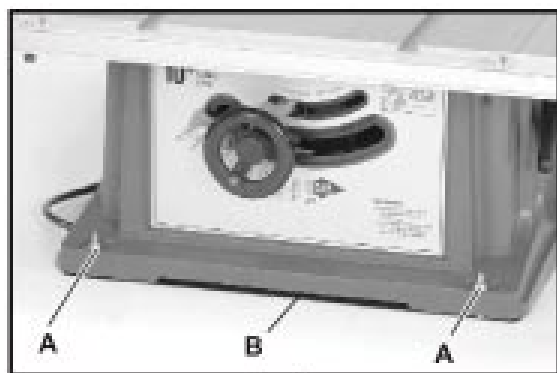

Fig 10.
Die Säge **MUSS** anhand von vier Montagelöchern, von denen zwei in (A) Abb. 10 dargestellt sind, richtig auf einer stabilen Werkbank, einem Stand oder einem Schrank befestigt werden.
Der Deckel des Fusses, (B, Fig. 10) muss auf den Sockel montiert werden, egal ob Sie einen Holzbock verwenden oder nicht. Falls Sie einen Holzbock verwenden, muss der Fuss, der Fussdeckel und der Holzbock mit geeigneten Schrauben fest verschraubt werden.
La scie **DOIT** être solidement fixée à un établi ou un support robuste, à l'aide de ses quatre trous de fixation, dont deux sont illustrés en (A) sur la Fig. 10.
Le couvercle du socle, (B de la Fig. 10) devra être monté sous le socle, que vous utilisez ou non un support. Si vous utilisez un support, vous devrez fixer le socle, le couvercle du socle et le support à l'aide de vis appropriées. Après fixation, vous pourrez utiliser la table de sciage.